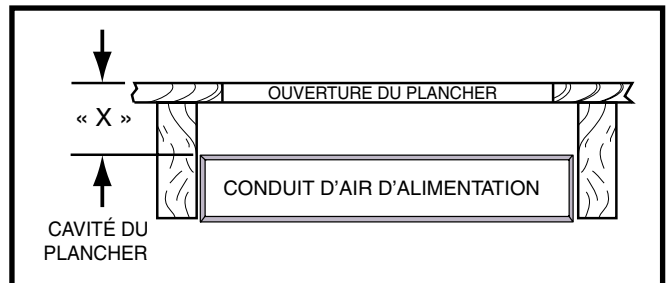

Figure 4. Cavité du plancher
**REMARQUE :** La profondeur de la cavité du plancher montrée en « X » à la Figure 4 détermine le raccord de conduit qui convient.